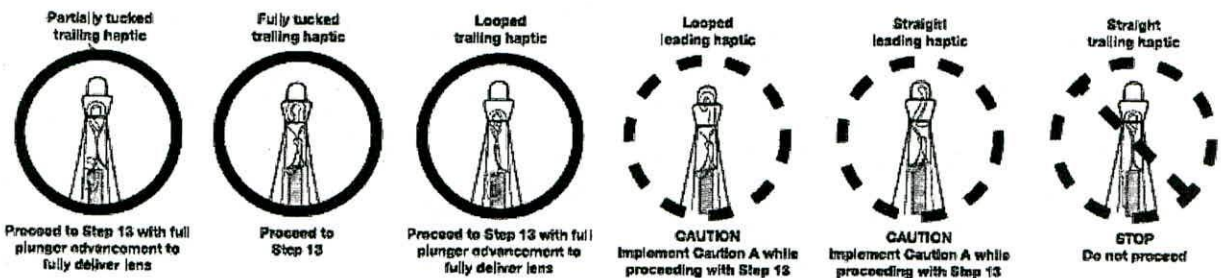

Figura 7
- Paso 11. Inspeccionar visualmente la lente para determinar la posición del háptico delantero y del háptico posterior (Ver la Figura 7). Verificar que el émbolo está en contacto con el borde posterior de la óptica.